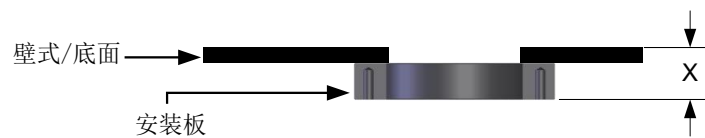

图 27: 测量插入深度
- 一旦安装板已焊接到适当尺寸的孔上方，应测量安装板的外壁面到内壁 (x) 的距离 (图 27)。